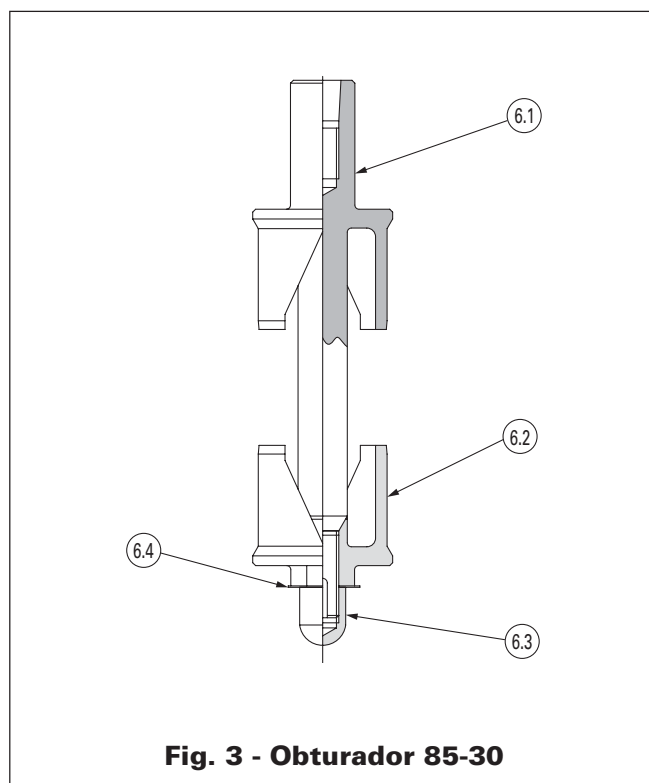
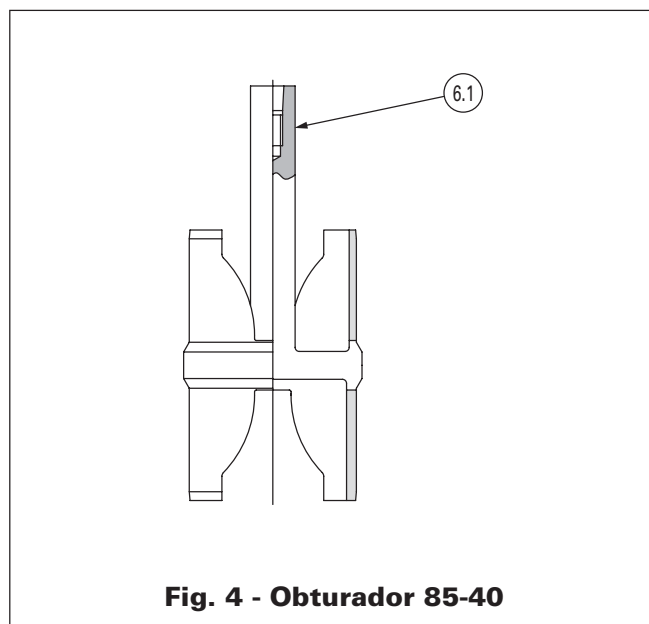

Fig. 3 - Obturador 85-30
Fig. 4 - Obturador 85-40
- Desrosqueie a sede superior (5) do corpo (1) utilizando uma ferramenta adequada. Remova o obturador (6.1) e desrosqueie a sede inferior (4) do corpo (1).
6. Se necessário separar a haste (6) do assentamento superior (6.1, fig. 3) ou do obturador (6.1, fig. 5), retire o pino trava (34) e desrosqueie a haste (16). Este passo só deve ser seguido quando se deseja substituir a haste (16). Quando for necessário substituir o assentamento superior (6.1, fig. 4) ou o obturador (6.1, fig.4) utiliza também uma haste nova
2. No caso de substituição da haste, rosqueie a nova haste (16) no assento superior (6.1, fig.3) ou obturador (6.1, fig. 5) e instale um novo pino (34).
TIPO 85-30 (fig. 3)